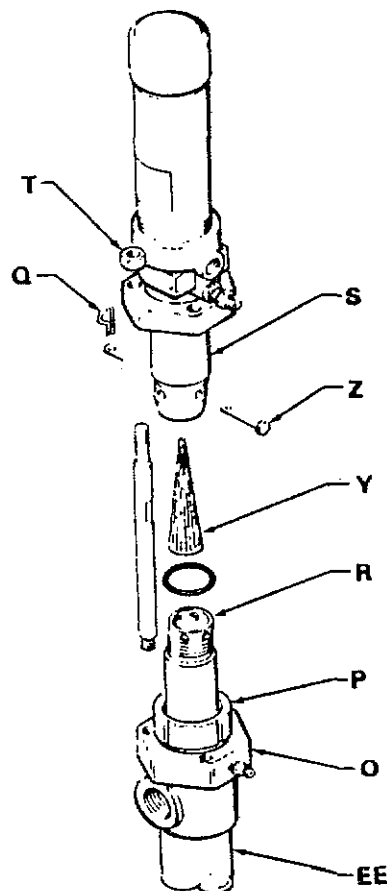

Fig. 5
Vid återinkoppling av luftmotor appliceras litiumbaserat fett på kolvstängens gängor (R). För in dämparen (Y) i luftmotorns vevstake (S) enligt fig 5. Drag fast kolvstängens i luftmotorns vevstake för hand och sätt dit sprinten (Z). Applicera tätningsmassa på stagets gängor. För att garantera rätt läge, drag först åt stagets låsmutter löst på stagen och drag därefter jämnt till 15 Nm (8 ft-lb).
**OBS:** Demonterad dämpare (Y) ger både ökad pumpmatning och ökad ljudnivå.